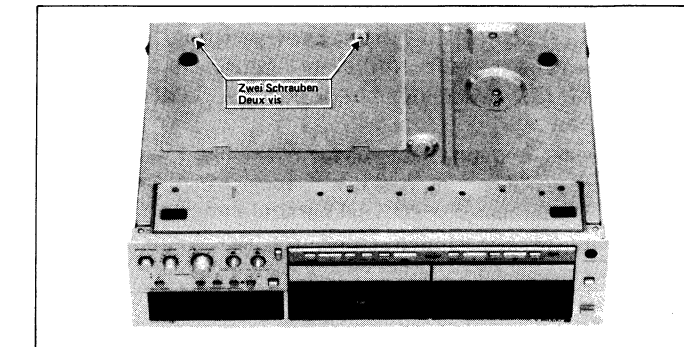

Abbildung 4-2 / Figure 4-2
■ ENTFERNEN DER BODENPLATTE (Siehe Abbildung 4-2)
■ ENLEVEMENT DE LA PLAQUE DU FOND (voir Figure 4-2)